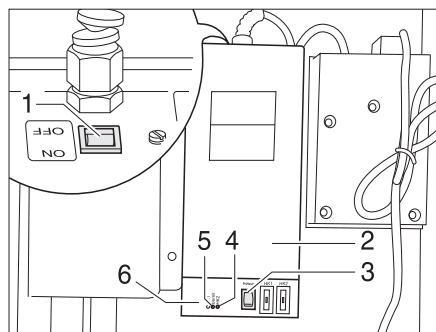

Fig. 109 Transformador con aparato regulador
Según el modelo, el transformador de 230 V AC/12 V DC (Fig. 109,2) estará instalado en el armario ropero o en el baúl del grupo de asientos.
- La luz de control (Fig. 109,5) se enciende de color verde: Regulación en funcionamiento
- Las luces de control (Fig. 109,4 y 6) se encienden rojas: Las tuberías de aguas residuales se calientan
La carcasa tiene un pulsador de prueba (Fig. 109,3) integrado con el cual se puede poner en funcionamiento brevemente el aparato regulador. Presionando el pulsador de prueba se puede comprobar el funcionamiento del calentamiento aún cuando la temperatura ambiente sobrepase los 5 °C.
- Poner el interruptor (Fig. 109,1) en el transformador (Fig. 109,2) en "ON".
- Poner el interruptor (Fig. 109,1) en el transformador (Fig. 109,2) en "OFF".